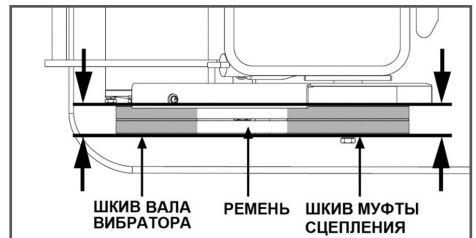

**Рис. 25 Снятие бака для воды**
- извлеките шплинт 2, вытяните шток 5, снимите бак 1 для воды и отложите его в сторону (Рис. 25).
- открутите болты 3 крепления кронштейна 4 бака и снимите кронштейн 4 с рамы виброплиты (Рис. 25).
2. Снимите бак для воды и отложите его в сторону (Рис. 25).
3. Открутите болты крепления и снимите кронштейн бака с рамы виброплиты (Рис. 25).